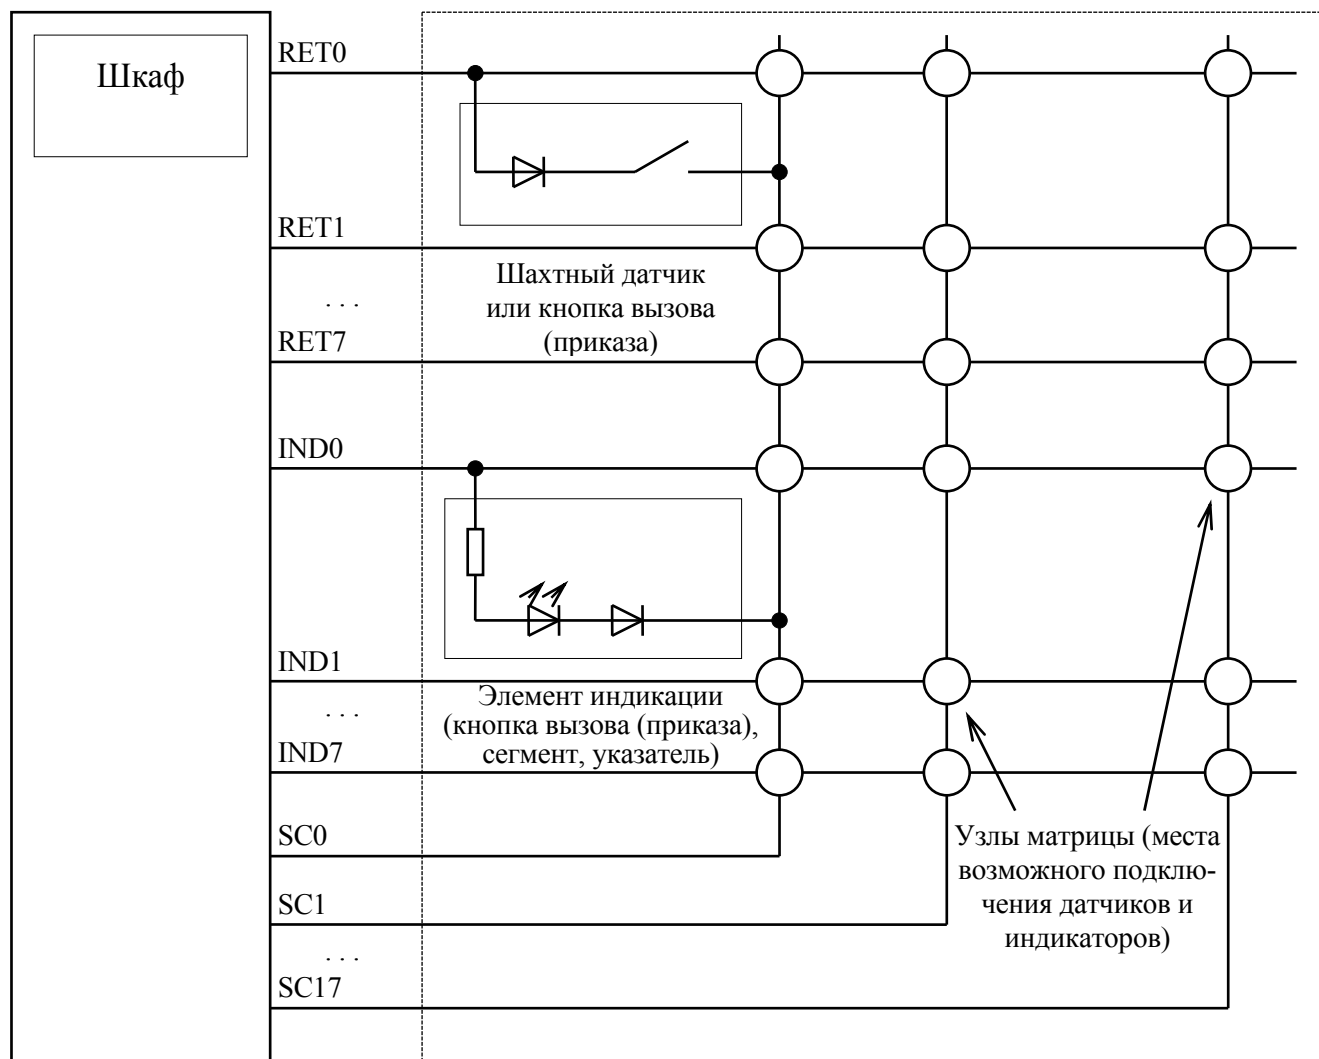

Рисунок 1 — Матрица датчиков и индикации
1.4.5.1 В основу системы сбора информации с датчиков и управления индикацией заложен принцип матричного контроля датчиков, кнопок вызова и приказа и матричной динамической индикации, который обеспечивается платой контроллера (см. рисунок 1).